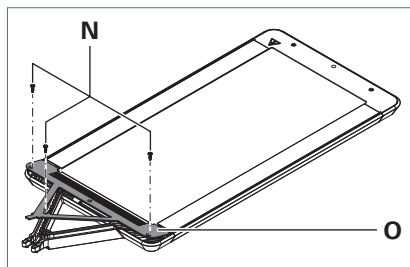

Fig. 5: Tête du luminaire- retirer le recouvrement.
1. Dévissez les vis **N** du recouvrement **O**, voir Fig. 5.